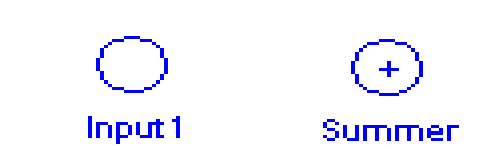

Рис.2.46
**Конвертеры** в **Ithink** – преобразователи модельных единиц, которые Вы можете использовать для детализации и уточнения поведения потоковых схем. Изображаются они окружностями (Рис.2.46).